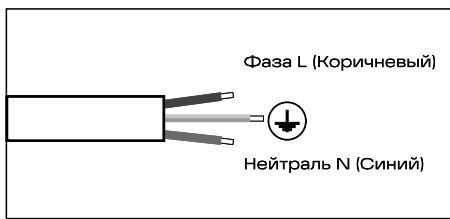

Рис. 4
- 5.12 Отключите питание и подключите кабель, выведенный из светильника согласно схеме на рис. 4.